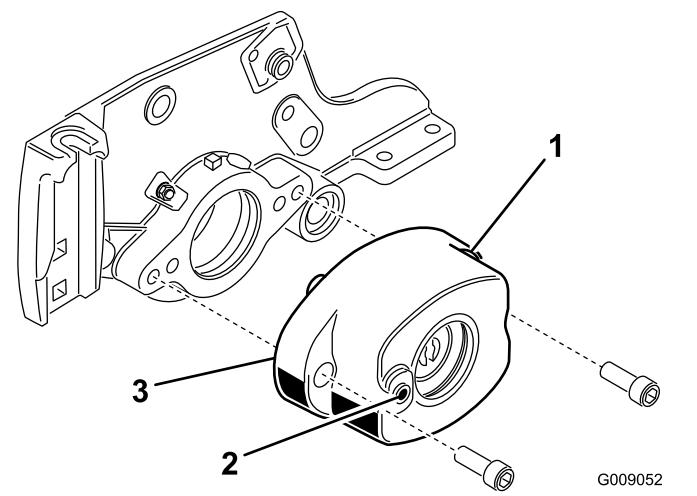

Figure 6
- 5. Fixez le carter de brosse au logement de roulement de cylindre avec 2 vis Allen (3/8" x 1") (Figure 6). Montez le carter de brosse avec le trou fileté vers l'avant de l'unité de coupe.